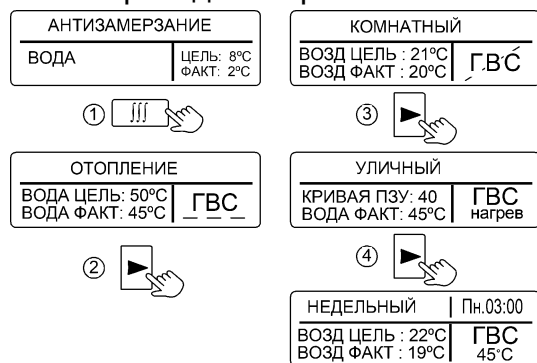
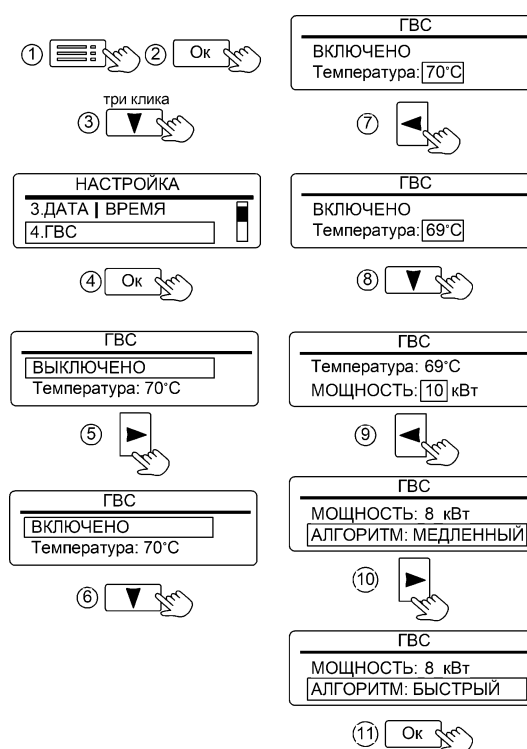
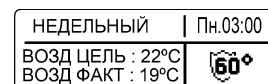
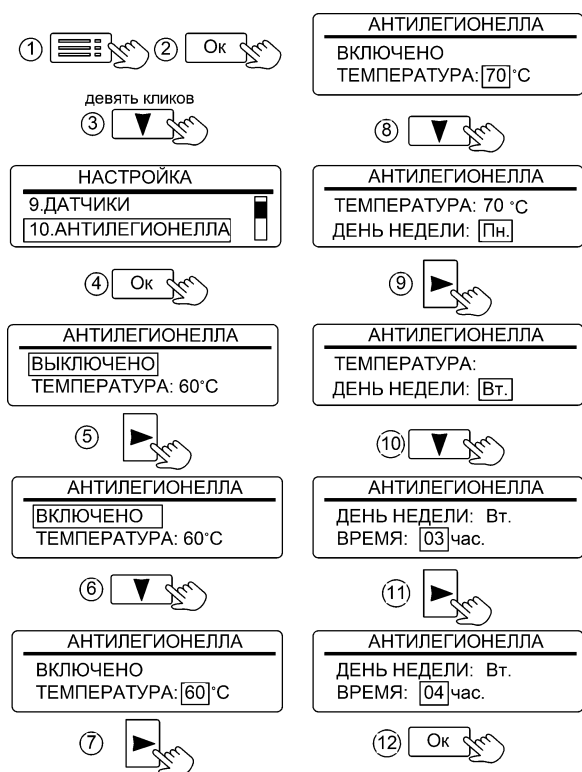

Рисунок 5. Режимы работы прибора
Рисунок 12. Настройка режима «ГВС»
Рисунок 13.
Рисунок 14. Настройка параметров режима «АНТИЛЕГИОНЕЛЛА»
2 - Отображение состояния режима «ГВС» (см. рис. 5):
Вид отображения режимов работы на дисплее приведён на рис.5.
Активация режима «ГВС» и настройка температуры горячей воды показана на рис. 12. Начальная заводская настройка температуры горячей воды - 70°C. При активированном режиме отображается как «ГВС» (см. рис. 5), при выключенном режиме, неисправном или отключённом датчике отображается как ГВС. В подменю «ГВС» предусмотрена настройка ограничения мощности ТЭН. Данную настройку рекомендуется применять при недостаточной мощности змеевика
получаемой из косвенного водонагревателя, прибор имеет режим «АНТИЛЕГИОНЕЛЛА». Режим автоматически активируется при подключении NTC-датчика температуры к плате контроллера и включения режима «ГВС» (см. рис. 12). При отключении NTC-датчика – режим деактивируется и меню «АНТИЛЕГИОНЕЛЛА» (см. рис. 14) не доступно для Пользователя. Если режим активирован - каждую неделю, в установленное время выполняется нагрев воды в косвенном водонагревателе до значения 60°C, температура поддерживается в течении десяти минут. Во время нагрева вместо надписи «ГВС» отображается значок «60°» (см. рис. 13). Имеется возможность увеличить температуру нагрева воды до 70°C, при этом время поддержания температуры снизится до пяти минут.
Заводская настройка времени включения нагрева – Понедельник, 03:00. Имеется возможность изменения времени включения (см. рис.14).
Перед активацией режимов «АНТИЛЕГИОНЕЛЛА» и «ГВС» рекомендуем уточнить максимально-допустимую температуру нагрева воды в бойлере. Для предотвращения риска причинения вреда здоровью и поломки оборудования, значения температурных уставок в режимах «ГВС» и «АНТИЛЕГИОНЕЛЛА» должны быть меньше максимально-допустимой температуры нагрева воды в бойлере. При необходимости уменьшите значения уставок (см. рис. 12, см. рис. 14).
11.1.4 «4.ГВС» - установка состояния режима «ВКЛЮЧЕНО / ВЫКЛЮЧЕНО». Индикация «ВКЛЮЧЕНО» означает разрешение на работу режима ГВС. Индикация «ВЫКЛЮЧЕНО» запрещает работу режима «ГВС» (см. рис. 12).